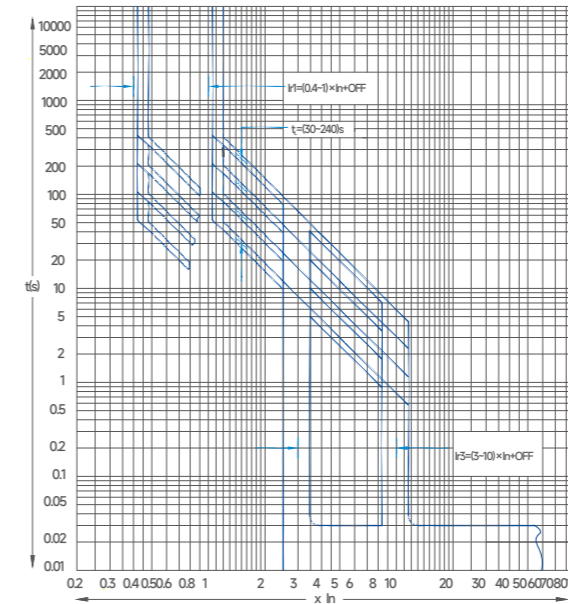
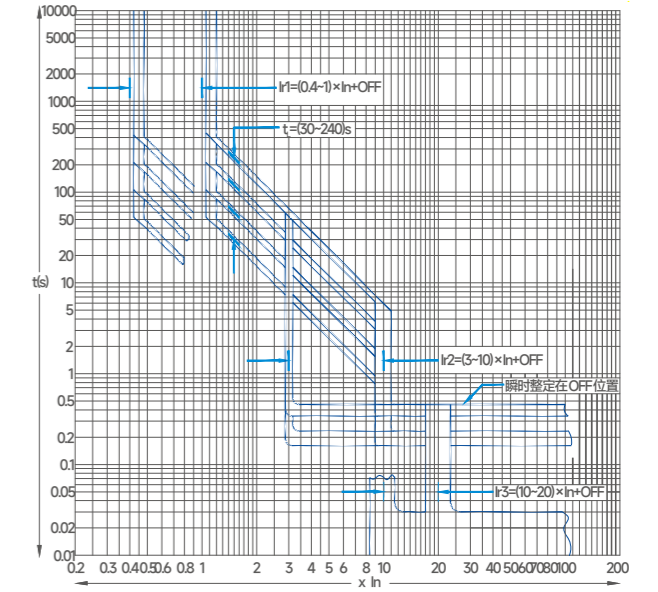
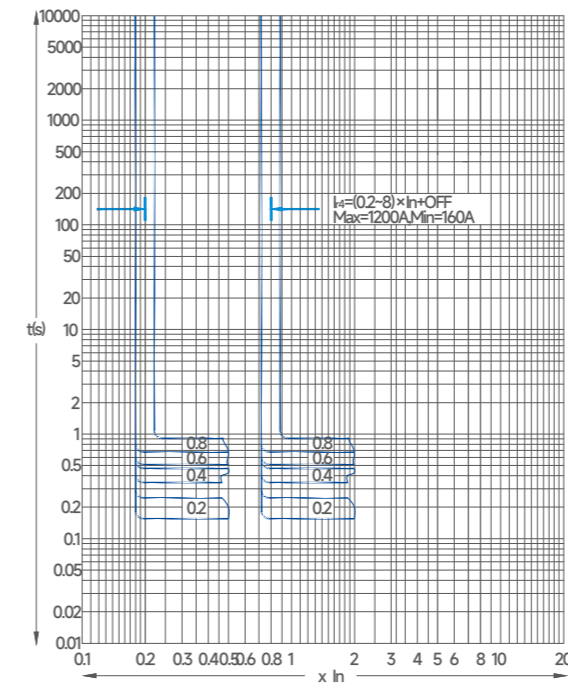

图1 L2型长延时、瞬时动作保护特性
图2 L3型/L4型长延时、短延时、瞬时动作保护特性
图3 L4型接地故障保护特性
1.4 L型控制器技术数据见表8, 过电流脱扣保护特性见图1、图2, 接地故障保护特性见图3。